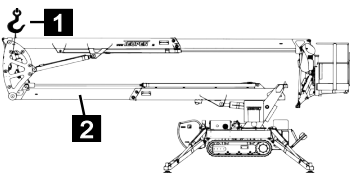

Fig. 181
5. Sécuriser le vérin du bras inférieur avec une grue (élément glissant) (Fig.181/1) et le sortir en mode d'entretien (☞ Chapitre 7.16 „Mode d'entretien”, page 128).